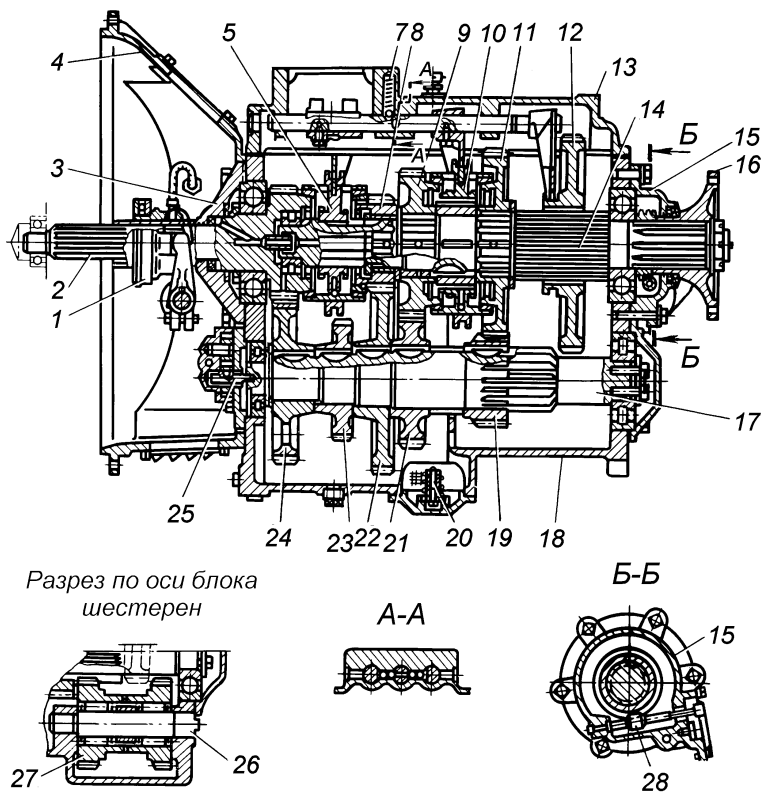

Рис. 7. Коробка передач ЯМЗ-236П:
5. Повернуть замковое кольцо 5 (рис. 7) относительно втулки 6 так, чтобы выступы кольца совпали с пазами втулки (положение "г").
Первичный вал 2 (рис. 7) коробки передач установлен на двух шариковых подшипниках. Передний подшипник запрессован в расточку коленчатого вала двигателя. Полость подшипника при сборке заполнена смазкой Литол-24 по ГОСТ 21150–87 и уплотнена манжетой. Задний подшипник с помощью стопорного кольца закреплен от осевых перемещений в передней стенке картера коробки передач и крышке подшипника.
Через шестерню 23 (рис. 7) можно производить отбор мощности для привода дополнительных агрегатов. Механизм отбора мощности крепится к одному из фланцев с люками, находящимися с обеих сторон картера коробки передач.